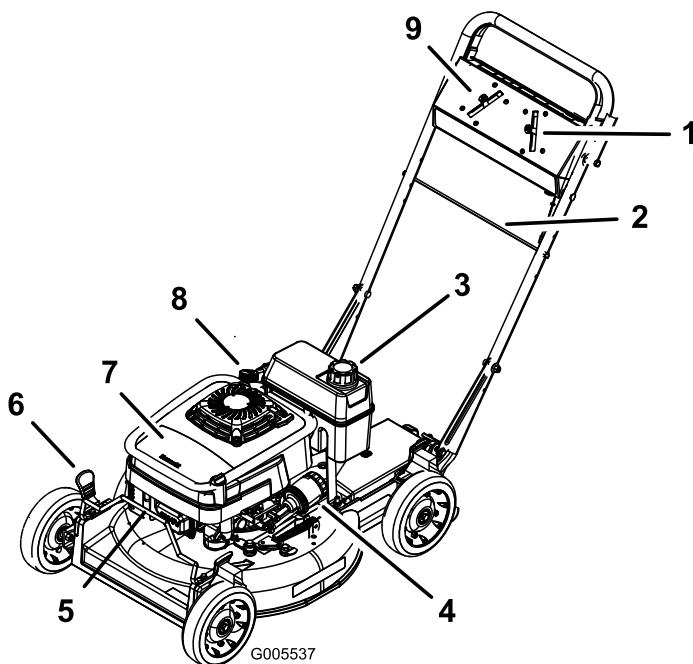

Bild 8
4. Stellen Sie den Fahrgeschwindigkeitshebel auf die Neutralstellung (N) Bild 8.